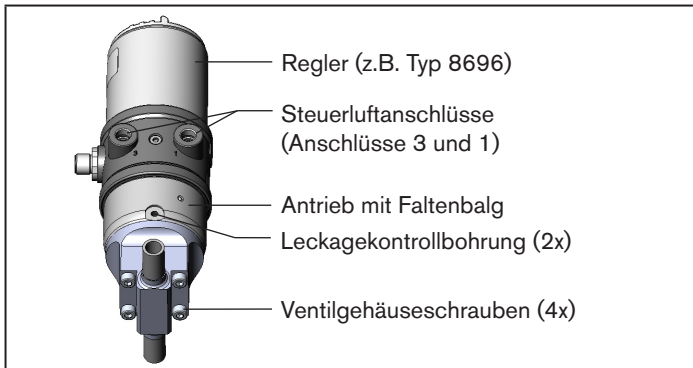

Bild 6: Installation von Schweißanschlüssen
- Ventile mit Steuerfunktion A (NC) sollten vor ihrem Ausbau geöffnet werden: Öffnen des Ventils - siehe Beschreibung in Kapitel „12.3. Faltenbalg-Wechsel“ auf Seite 20.
- Um den Antrieb mit dem Faltenbalg zu entfernen, sind die 4 Ventilgehäuseschrauben zu lösen - siehe „Bild 6“. Der Regler bleibt jedoch mit dem Antrieb verbunden.